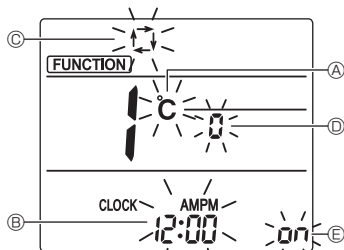

Fig. 5-11
5. Compruebe que se muestra la función N.º "1", y luego pulse el botón **SET** (3).
6. Se visualizará la pantalla de configuración de la visualización de Pantalla. (Fig. 5-11)
7. Pulse el botón **UP** (4) para cambiar el n.º de función.
5.10.2. Cambiar la unidad de temperatura (Fig. 5-11 (A))
- Pulse el botón **TEMP** (5).
- Cada vez que pulse el botón **TEMP** (5), el ajuste cambiará de °C a °F.
5.10.3. Cambiar la visualización de la hora (Fig. 5-11 (B))
- Pulse el botón **TIME** (6).
- Cada vez que pulse el botón **TIME** (6), el ajuste cambiará de ^{AMPM}12:00 a ^{AMPM}24:00.
5.10.4. Cambiar el modo AUTO (Fig. 5-11 (C))
- Pulse el botón **—** (7).
- Cada vez que pulse el botón **—** (7), el ajuste cambiará de **t** a **t2**.
5.10.5. Cambiar el N.º de par (Fig. 5-11 (D))
- Pulse el botón **UP** (4).
- Cada vez que pulse el botón **UP** (4), cambia el N.º de par 0-3.